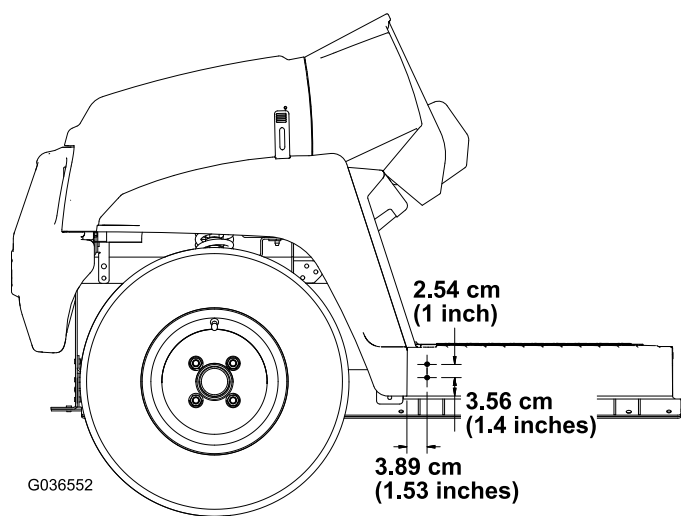

图3
2. 使用图3中所示的尺寸, 在机器左右侧的底板外侧钻 2 个孔 ( $\frac{5}{16}$  英寸)。